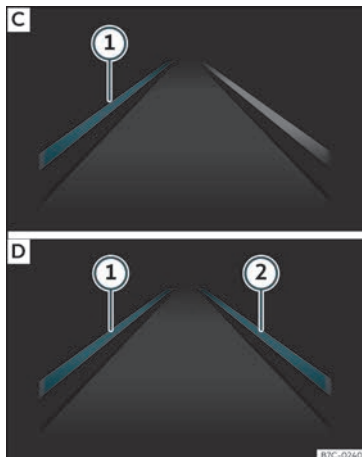

Fig. 225 A la pantalla del quadre d'instruments: indicació a la pantalla del sistema d'avís de sortida del carril (exemple 2).
- **fig. 225 [C]:** El sistema està treballant, la línia ressaltada ① indica que hi havia risc de sobrepassar la línia de carril involuntàriament i està actuant sobre la direcció per corregir-ne la trajectòria.
- **fig. 225 [D]:** Les dues línies ressaltades ① i ② s'encenen alhora quan tenim les dues línies de carril reconegudes i la funció de Guia adaptativa al carril està activada.